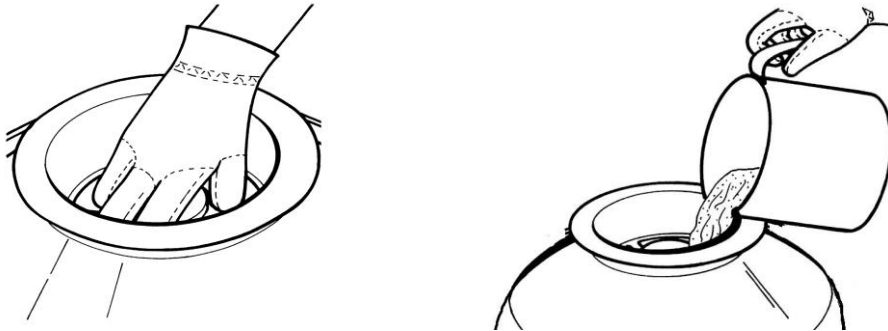

Fig. 4
- Collocare dall'alto soltanto il tubo di scarico con il vaso del filtro inferiore nel serbatoio del filtro a sabbia. Poi posare il filtro di riempimento sull'apertura superiore del serbatoio. Riempire il serbatoio del filtro esclusivamente con sabbia di quarzo (SPF 180 e SPF 250 F peso della sabbia 13 kg / SPF 370 F peso della sabbia 25 kg). Nel fare questo, assicurarsi che la sabbia non penetri nel tubo di scarico. (Fig. 4)